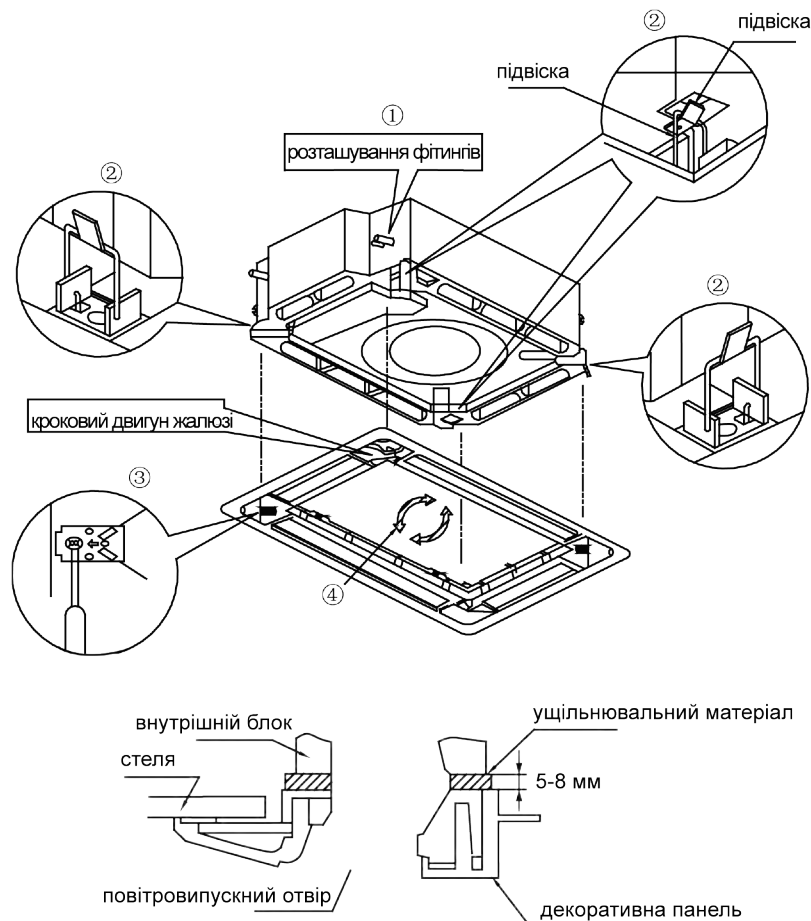

Рис. 4.4.4
- (1) Зніміть кутову кришку панелі. На одному з 4 кутків є позначка «бік трубопроводу». Зорієнтуйте панель так, щоб позначка та фітинги знаходилися в одному й тому ж кутку.
- (2) Тимчасово повісьте панель на корпус (у кожному кутку панелі є чотири підвіски – зачепіть підвіски за відповідні гачки на корпусі), як показано на Рис. 4.4.4.
- (3) Від'єднайте від панелі решітку повітрозабірника і під'єднайте проводку приймача сигналів. Слідкуйте, щоб з'єднувальний кабель не застряг між корпусом та панеллю: це може призвести до протікання повітря та до крапання водяного конденсату.
- (4) Затягніть 4 гвинти у кожному кутку панелі та щільно прикріпіть панель до корпусу.
- (5) Затягнувши гвинти, встановіть на місце решітку повітрозабірника.